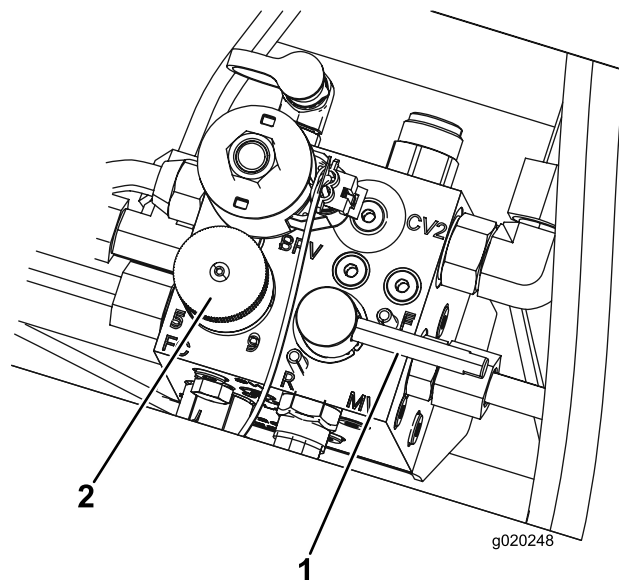

Figura 101
3. Spostate la leva di lappatura in posizione F (tosatura) (Figura 101).